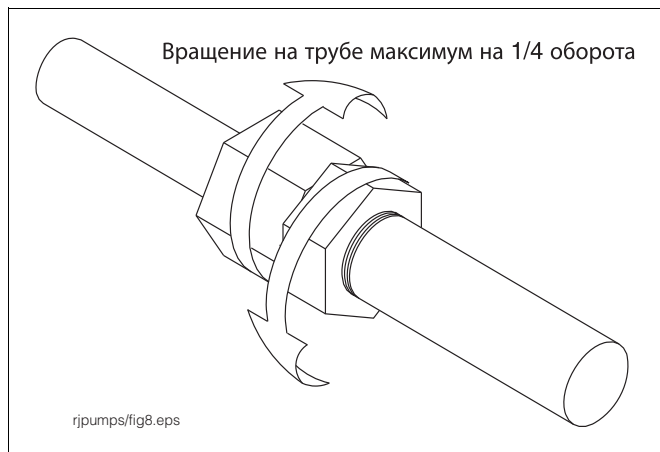

Рис. 9. Откручивание зажимной гайки
4. Ослабьте зажим на штанге, вывернув для этого стопорный винт на боку зажимной гайки, и отверните зажимную гайку (см. рис. 9).